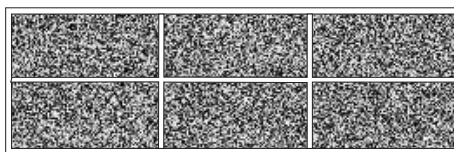
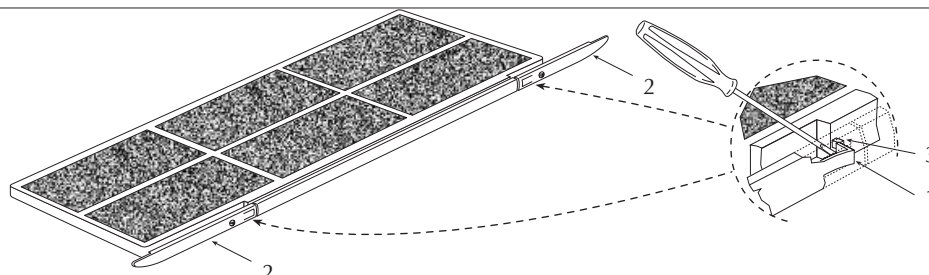

Abb. 1
Abb. 2
- bei den Ausführungen FCX-ACT muss der Luftfilter der neuen Konfiguration durch Ändern der Position der äußeren Halterung bezüglich des Filterrahmens angepasst werden (Abb. 1): Durch Ausüben von Druck mit einem Schraubendreher auf die Feder (1 Abb. 2) die externe Halterung (2) verschieben, bis die Feder über die Klinke herausragt (3).
- Dann die Feder loslassen, so dass die Position zwischen Halterung und Filter der in Abbildung 1 angegebenen entspricht. Es wird darauf hingewiesen, dass auch die Sockel umzukehren sind, da die Anschlusshalterung des Gerätes in Bezug auf das Verkleidungsmöbel nicht zentral angebracht ist.